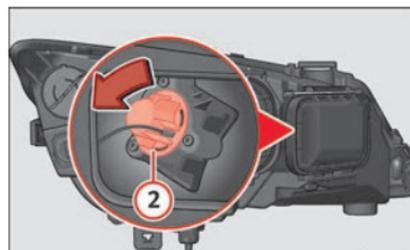

Abb. 209 Glühlampe für Blinklicht
- Drehen Sie den Lampenträger » **Abb. 209 ②** nach links und ziehen Sie.